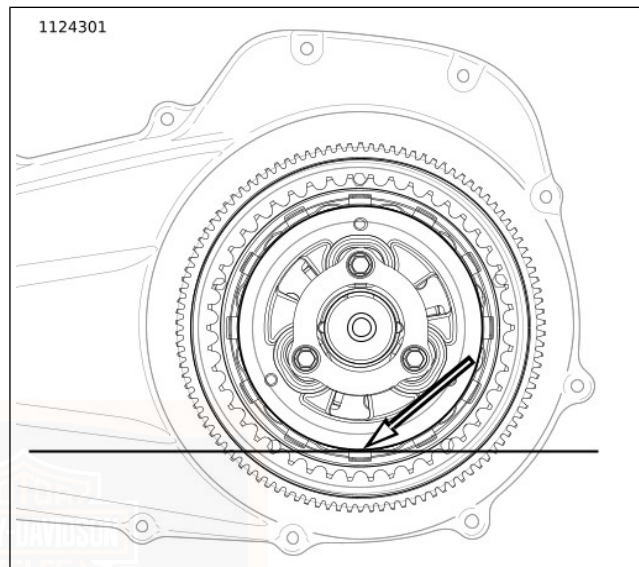

Figura 67. Livello dell'olio della trasmissione primaria
- b. Vedere Figura 67. Il livello corretto è circa in fondo al diametro esterno del piatto spingidisco.